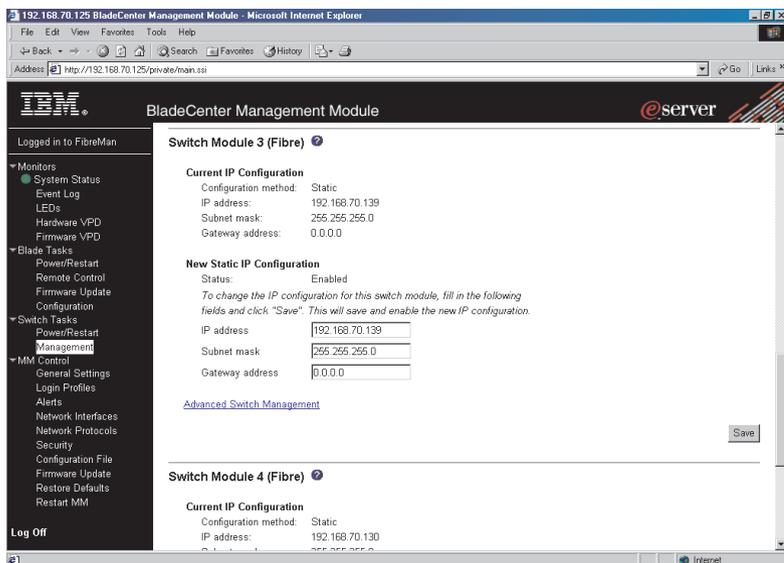

Figura 12. Janela Switch Management Mostrando um Exemplo de Switch Module 3
5. Clique no link para Switch Module 3 ou Switch Module 4. Uma janela semelhante àquela na Figura 12 na página 32 é aberta.